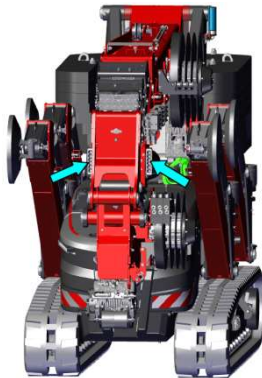

Figure: 27
- Une seule pression sur le bouton des lampes de travail sur la télécommande allume les 2 lampes de travail sur la flèche principale. (voir Figure 27)
- Une deuxième pression sur le bouton des lampes de travail de la télécommande allume les 2 lampes de travail sur la flèche principale et les 2 lampes de travail du bras de grue restent allumées. (voir Figure 27 et 28)